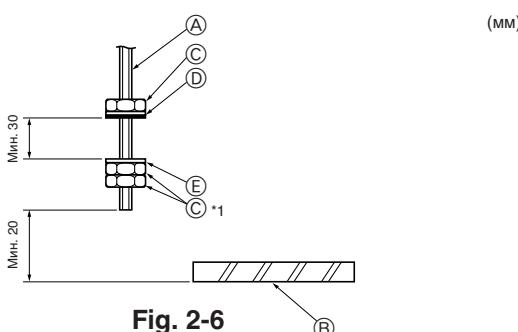

Fig. 2-6
2.4. Порядок подвешивания прибора (Fig. 2-6)